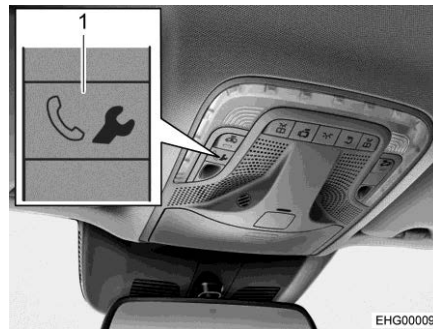

Fig. 13 Tasto per la chiamata di soccorso
- Premere il tasto (Fig. 13,1) per la chiamata di soccorso. Viene avviata una chiamata al centro di assistenza clienti di Mercedes-Benz.